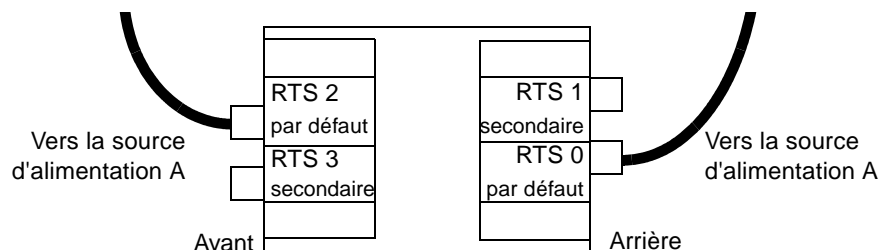

FIGURE 2-7 Une seule source d'alimentation en courant alternatif
- Dans une configuration avec une seule source d'alimentation en courant alternatif, vous devez connecter deux câbles : un à l'avant (à gauche) et un à l'arrière du système (à gauche également) (FIGURE 2-7). **La connexion des commutateurs RTS à des prises qui utilisent la même source d'alimentation que les commutateurs RTS par défaut peut avoir des répercussions irréversibles sur la fiabilité du système.**